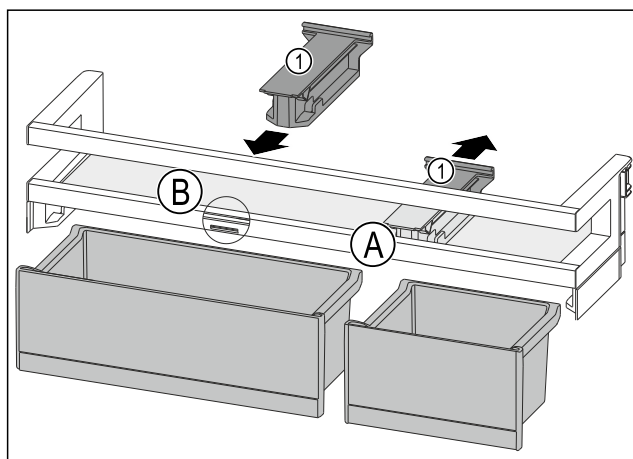

Fig. 168
- Haltebauteil Fig. 168 (1) in Position Fig. 168 (A) nach hinten abziehen.
- Haltebauteil Fig. 168 (1) in Position Fig. 168 (B) einsetzen.